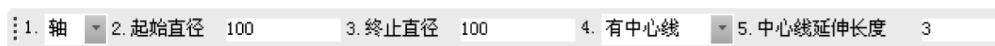

图 3-32 轴的立即菜单
3) 按照提示要求，移动鼠标或用键盘输入一个插入点，这时在立即菜单处出现一个新的立即菜单，如图 3-32 所示。